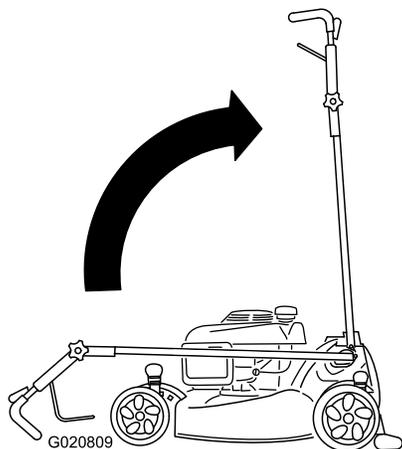

Figura 37
2. Spostate la stegola in posizione verticale (Figura 37).